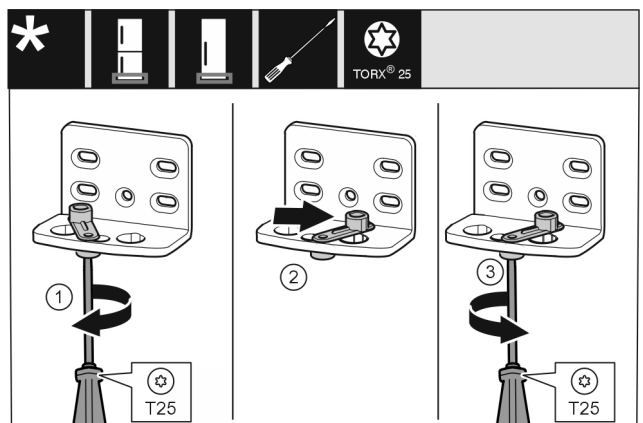

Fig. 12
- ▶ Schraube Fig. 12 (1) mit Schraubendreher lose schrauben.
- ▶ Türschließhilfe Fig. 12 (2) anheben und um 90° nach rechts in Bohrung drehen.
- ▶ Schraube Fig. 12 (3) mit Schraubendreher festschrauben.